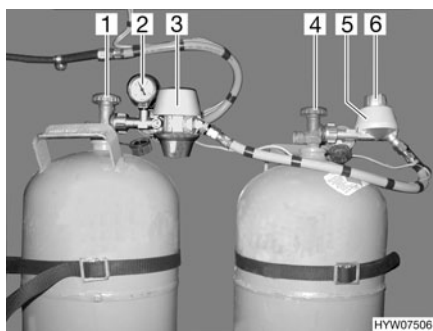
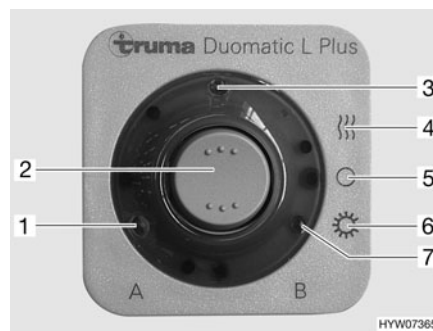

Fig. 109 Instalación de conmutación Duomatic
Fig. 110 Unidad de mando
La instalación de conmutación Duomatic se compone de un regulador central (Fig. 109,3) y de un regulador de conmutación (Fig. 109,5). Con el botón giratorio (Fig. 109,6) en el regulador de conmutación se puede determinar cuál de las bombonas de gas se usará como bombona de servicio y cuál bombona de gas como bombona de reserva.
El manómetro (Fig. 109,2) en el regulador central indica la presión en la bombona de gas, no el nivel de llenado de la bombona de gas. Con el manómetro se puede comprobar la estanqueidad de la bombona de gas.
En la unidad de mando (Fig. 110) únicamente pueden conmutarse las funciones eléctricas. Las llaves de paso principales de las bombonas de gas (Fig. 109,1 y 4) deben abrirse a mano.
- Abrir las llaves de paso principales en las bombonas de gas (Fig. 109,1 y 4).
- Con el botón giratorio (Fig. 109,6) en el regulador de conmutación (Fig. 109,5), seleccionar la bomba de gas de la cual se debe tomar el gas preferentemente (bomba de servicio). Girar el botón giratorio siempre hasta el tope.
En caso de que el botón giratorio se encuentre en la zona roja, el gas se tomará preferentemente de la bomba de gas con el regulador central (Fig. 109,3).
En caso de que el botón giratorio se encuentre en la zona verde, el gas se tomará preferentemente de la bomba de gas con el regulador de conmutación (Fig. 109,5).
- Conectar la instalación de conmutación Duomatic en la unidad de mando (Fig. 110).
Para ello, ajustar el interruptor basculante (Fig. 110,2) en modo de invierno "On y calentar" (Fig. 110,4) o en modo de verano "On" (Fig. 110,6). Los dos reguladores de presión de gas están ahora desaireados. El piloto (Fig. 110,3) se enciende.
- Poner el interruptor basculante (Fig. 110,2) en "O" (Fig. 110,5). El piloto (Fig. 110,3) se apaga.
- Cerrar las llaves de paso principales en las bombonas de gas (Fig. 109,1 y 4).
Las luces de control en la unidad de mando (Fig. 110) señalizan en el interior del vehículo si las bombonas están dispuestas para el funcionamiento.
- Luz de control "A" (Fig. 110,1): Bombona de gas en el regulador central
- Luz de control "B" (Fig. 110,7): Bombona de gas en el regulador de conmutación